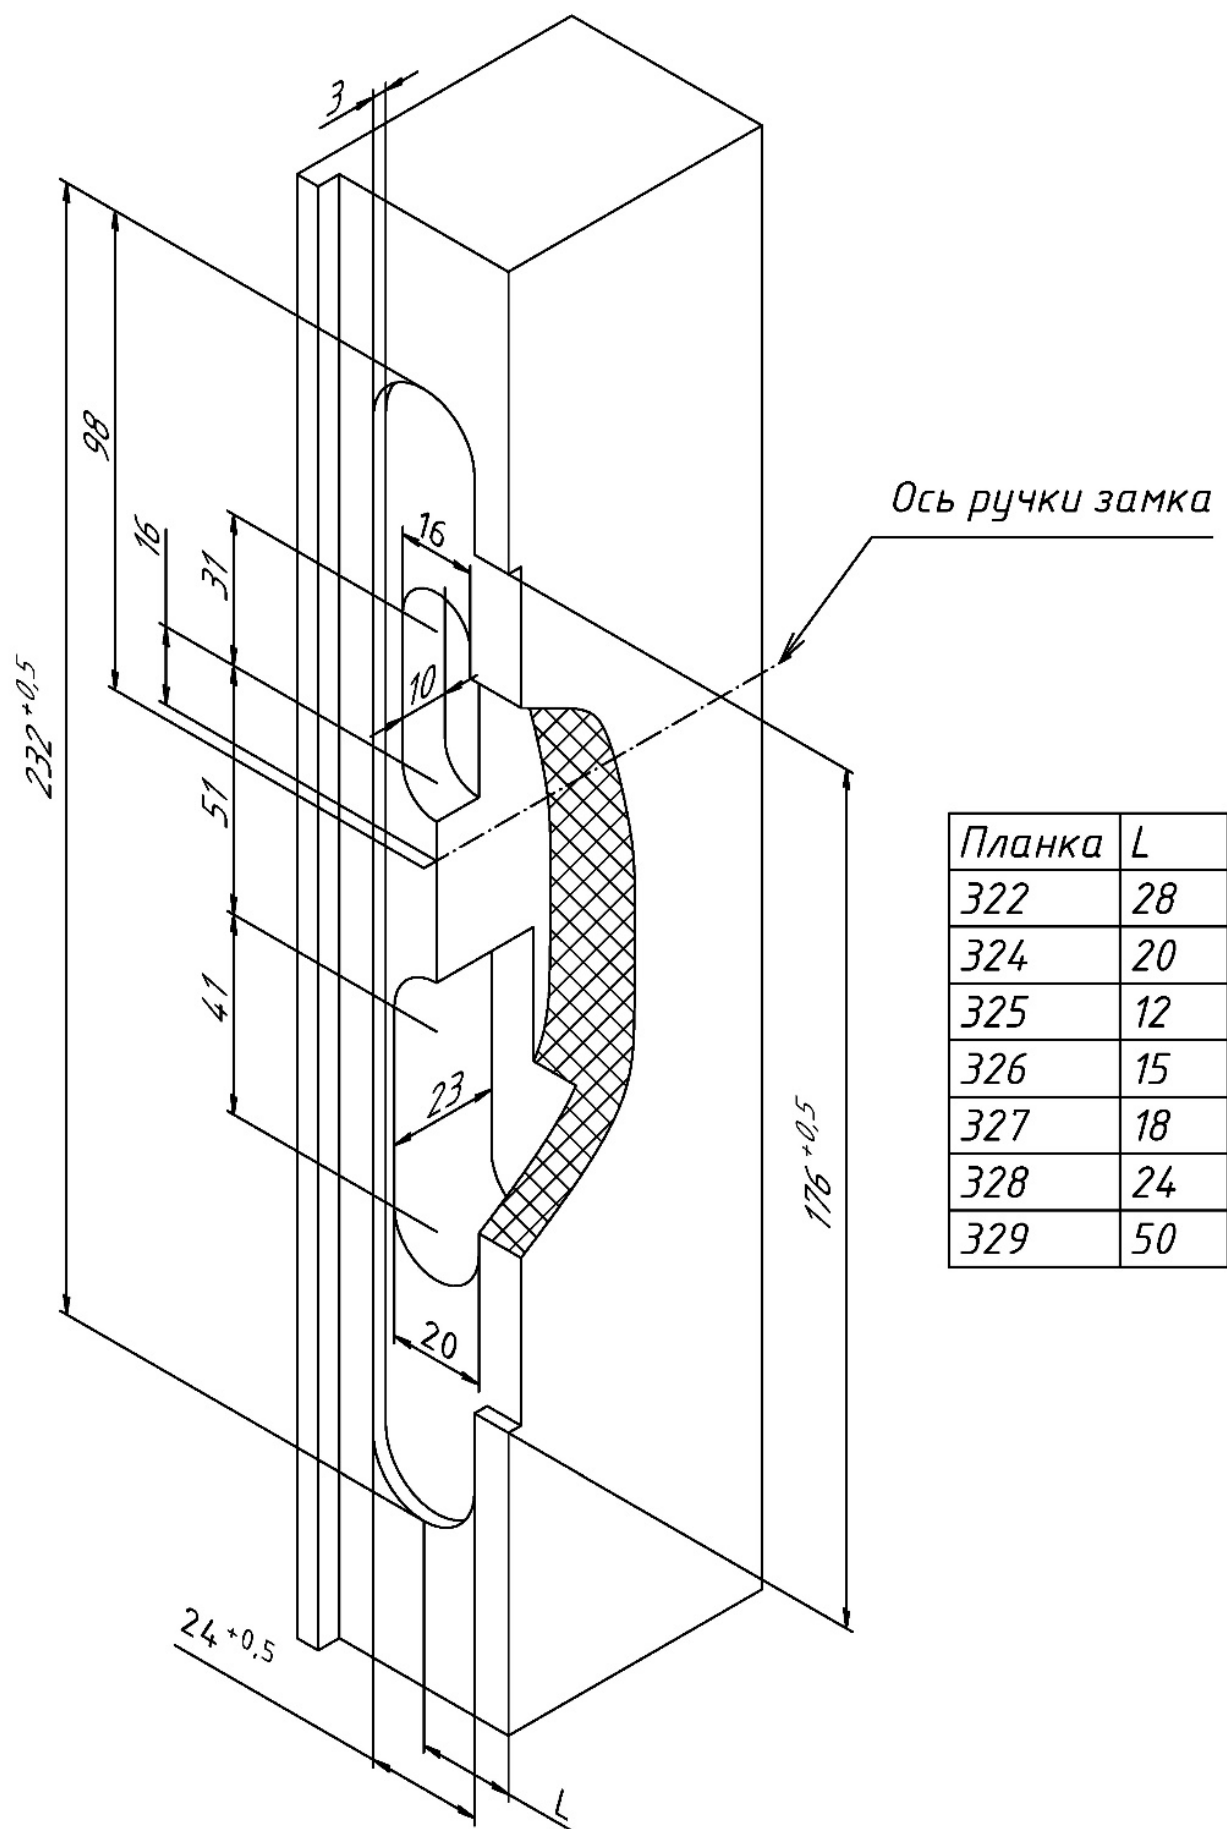

Рисунок 7 – Вырез в дверной коробке
1.11 Обозначение ответных запорных планок указаны на рис.7. Планки заказываются отдельно в зависимости от конфигурации двери.